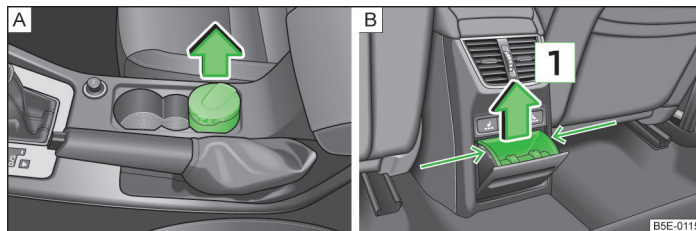

Fig. 65 Scrumiera: față/spate
- Scoateți scrumiera » fig. 65 - **A** în sensul săgeții.
- Apucați scrumiera de locul marcat cu săgeți și scoateți-o în sensul săgeții **1** » fig. 65 - **B**.